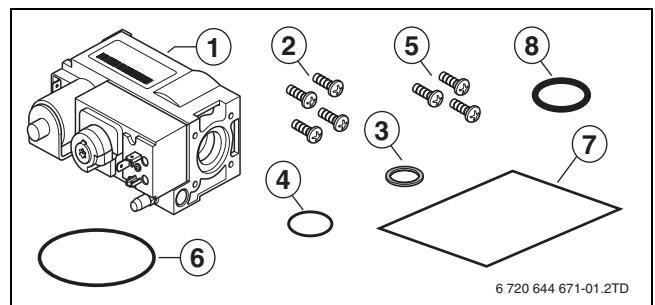
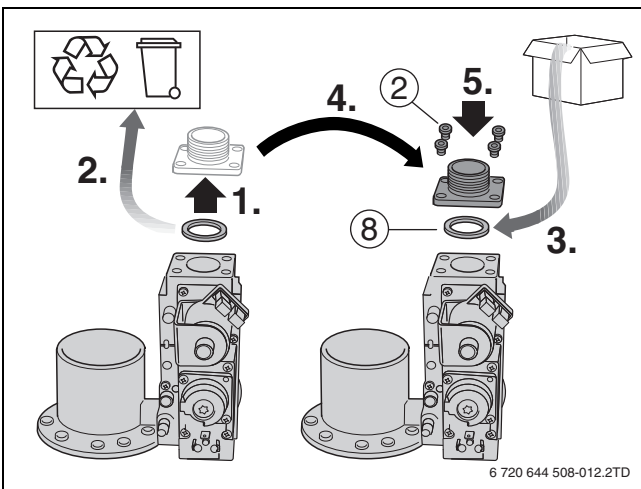

Fig. 11
Fig. 16
表1 图 11 的供货范围, 第 44 页
- ▶ 将随附的 O 形圈 (→ 图 11, [4], 第 44 页) 装入文氏管并再次按压燃气喷嘴。
- ▶ 将文氏管安装在随附的燃气阀上 (→ 图 11, [1], 第 44 页)。
- ▶ 松开旧燃气阀的燃气法兰 (→ 图 16, 第 45 页)。
- ▶ 将随附的 O 形圈 (→ 图 11, [8], 第 44 页) 装入随附的燃气阀 (→ 图 16, 第 45 页)。
- ▶ 将燃气法兰 (→ 图 16, [1], 第 45 页) 安装在随附的燃气阀上。